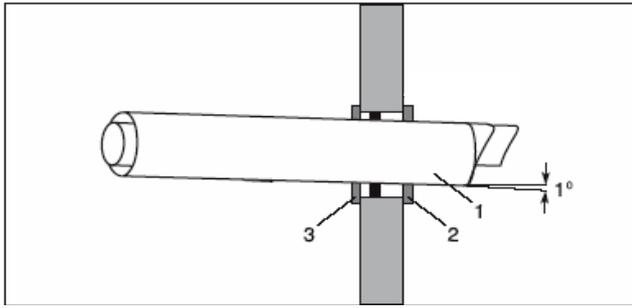

图 5.7
参考图 5.7 将烟道 (1) 连同外墙密封垫 (2) 一起通过墙孔伸出外墙，然后向后拉，直到密封圈紧贴在外墙上。